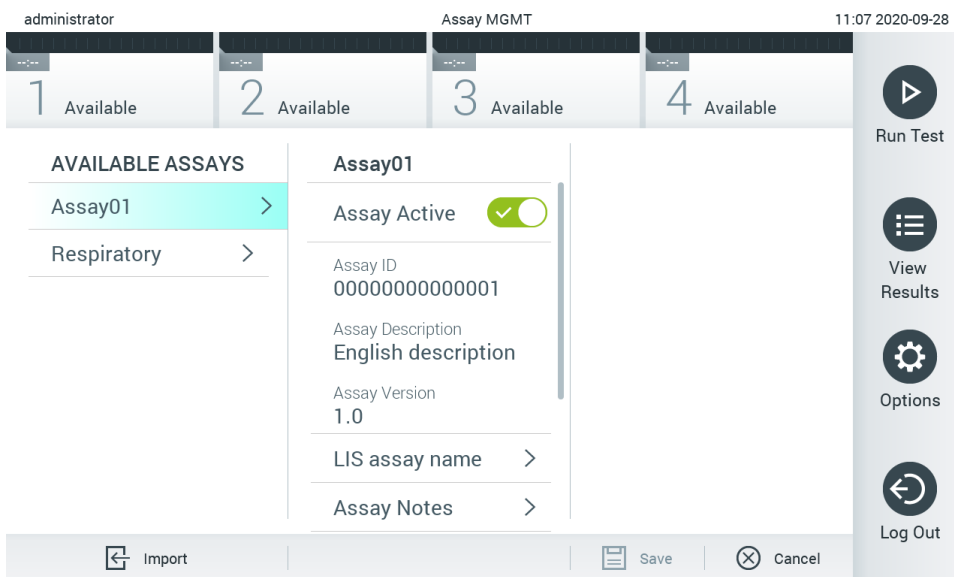

Figura 68. Activarea testului.
7. Testul devine activ prin selectarea Assay Active (Test activ) (Figura 68).